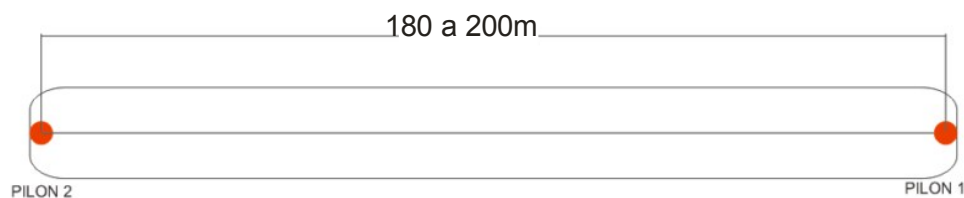

Figura 3
- **Circuito:** El circuito será ovoidal determinado por dos puntos denominados pilones separándose entre si por una distancia de 180 metros a 200 metros, el club organizador deberá dar conocimiento de la distancia de sus pilones para la adecuación de los tanques de combustible a dicho circuito. (Ver Figura 3)